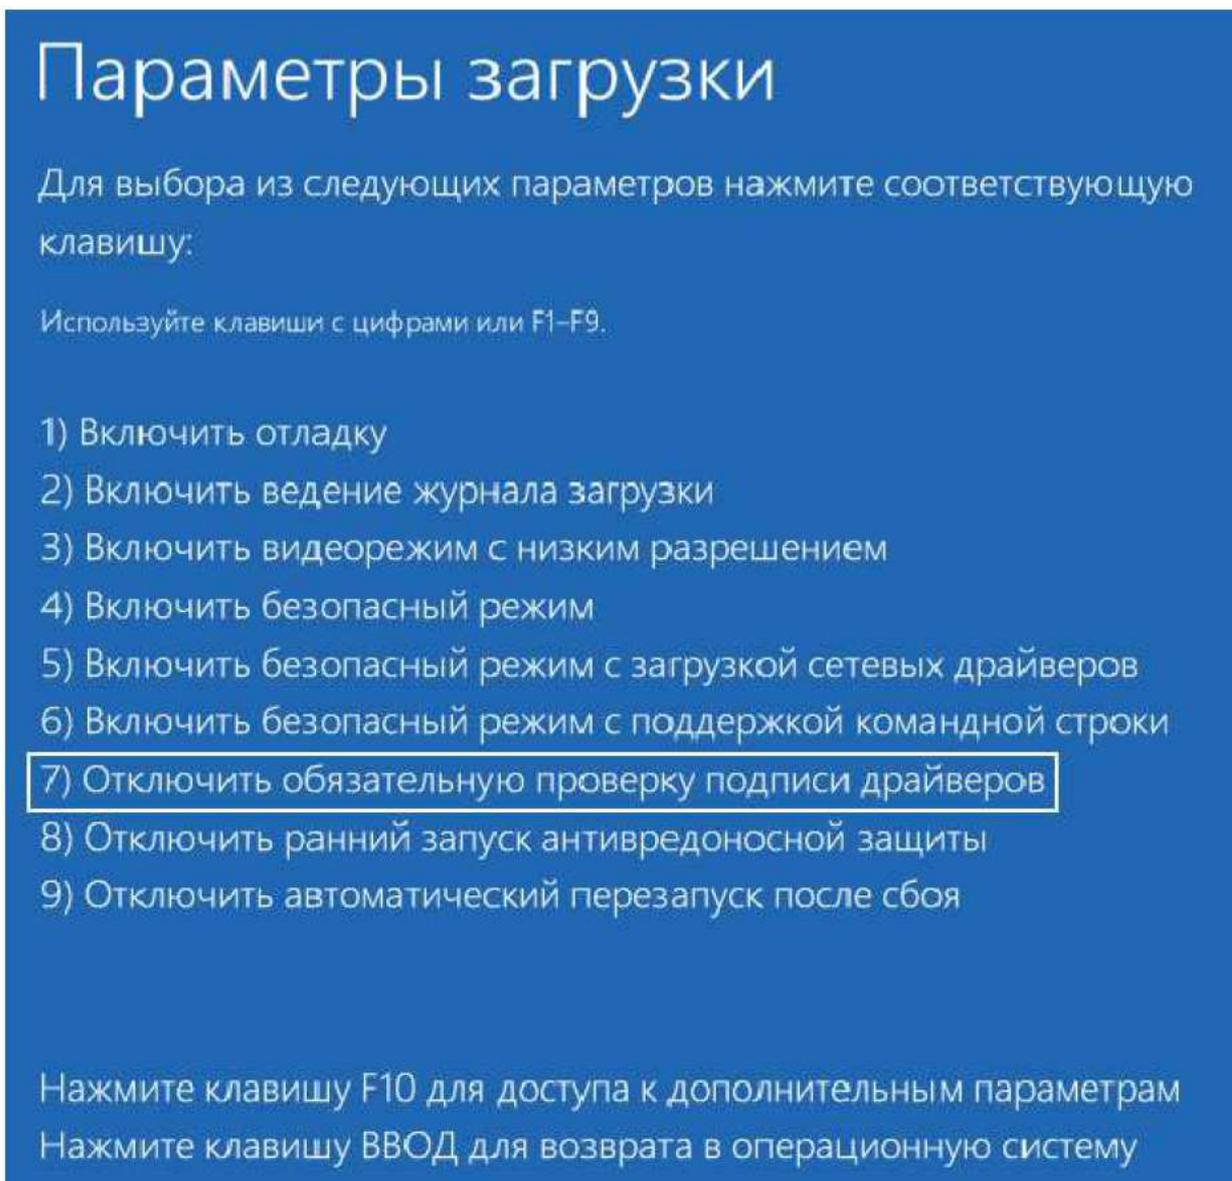

Рис. 19
2.2.6.4 Откроется окно «Параметры загрузки» со списком вариантов старта системы (см. Рис. 19).
2.2.6.5 Выберите вариант загрузки «Отключить обязательную проверку подписи драйверов», нажав на клавишу F7 клавиатуры (см. Рис. 19).